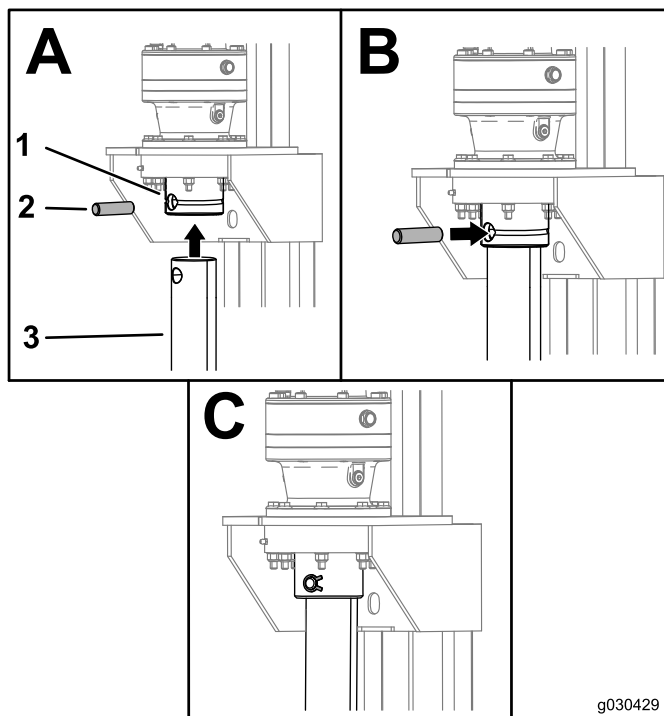

Figure 5
Posez les nouvelles vrilles d'ancrage en alignant le trou de chacune sur celui du moteur correspondant, puis fixez la vrille au moyen des goupilles et des clips en E retirés précédemment (Figure 5).
- Fixez la vrille au moteur, comme montré à la Figure 5.